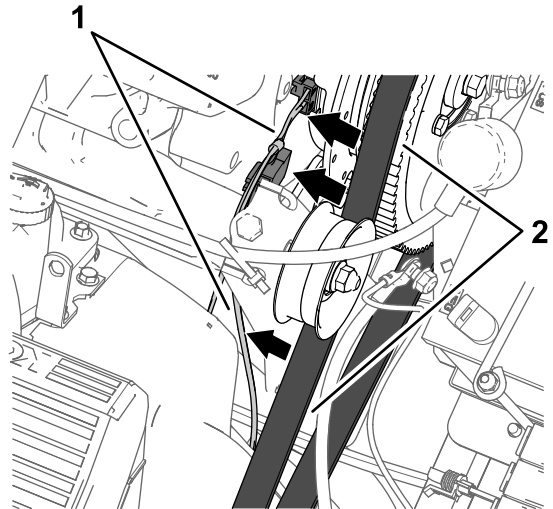

图 167
4. 沿发动机和喷洒泵布置线束支管——84cm 使线束与交流发电机皮带保持一定间隙图 167。